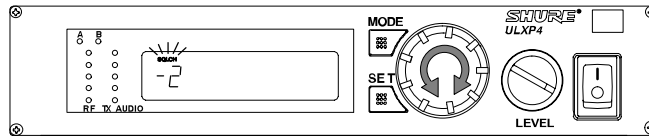

FIGURA 42
2. Gire la perilla de control. El nuevo ajuste de silenciamiento se visualizará en la pantalla, tal como se ilustra en la Figura 42.